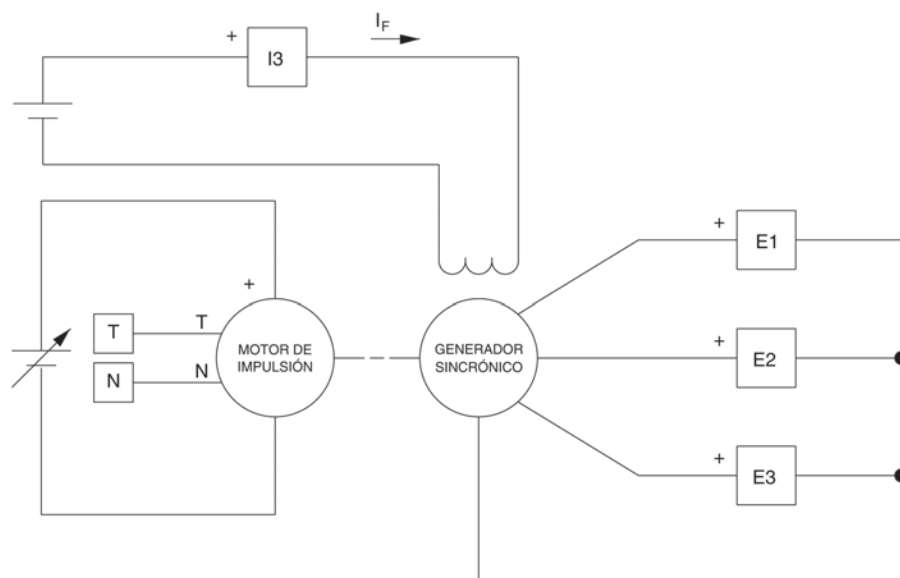

Figura 6-2. Generador sincrónico acoplado al Motor de impulsión.
En la primera parte del ejercicio, usted montará el equipo en el Puesto de trabajo, lo conectará como lo muestra la Figura 6-2 y realizará los ajustes apropiados en el módulo Motor de impulsión / Dinamómetro.
- 5. Conecte el equipamiento como lo muestra la Figura 6-2.